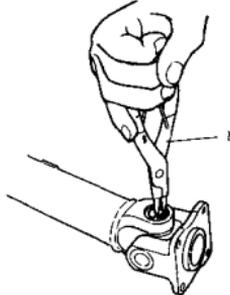

图 12-5
(1) 用开口弹性挡圈钳(专用工具)拆下两个孔用弹性挡圈(图 12-5)。